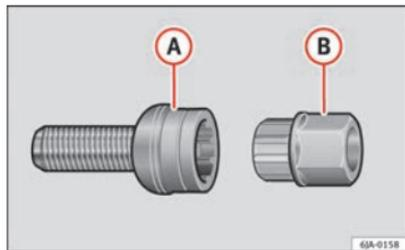

Fig. 141 Tornillo de seguridad para ruedas con adaptador
- Introducir el adaptador (B) ⇒ fig. 141 con su lado dentado hasta el tope en el dentado interior del tornillo de seguridad para ruedas de tal modo (A), que ya sólo sobresalga el hexágono exterior.
- Calar la llave de rueda hasta el tope en el adaptador (B).